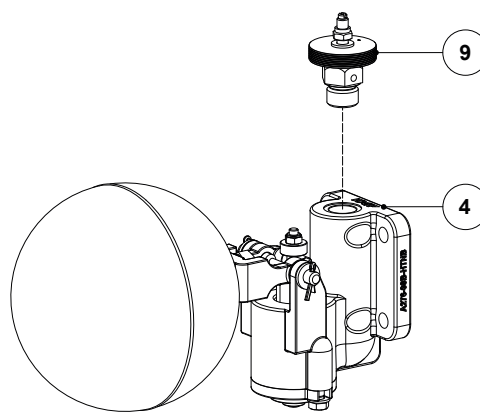

Fig. 6
1. Afloje los tornillos (10) gradualmente siguiendo un patrón cruzado y separe la tapa (2) del cuerpo (1).
2. Retire la junta del cuerpo (3), desenrosque los tornillos (4A), retire la junta (5) y el conjunto del mecanismo (4, 6, 7, 8, 9).
4. Limpie a fondo las superficies del cuerpo (1) y de la tapa (2), sin dejar restos de grafito.
5. Si solo se necesita reemplazar el purgador de aire automático (9), asegure el asiento (4) firmemente en un tornillo de banco con mordazas blandas (asegúrelo por el cuerpo del asiento y no por la tuerca del asiento) y desenrosque el purgador de aire automático (9) – véase Fig. 6.
7. Aplique un sellador de silicona adecuado en la rosca del nuevo purgador de aire automático (9) y apriete con el par de apriete recomendado – véase sección 9.6 – Pares de apriete.
8. Coloque una nueva junta (5) y monte el conjunto del mecanismo (4, 6, 7, 8, 9)